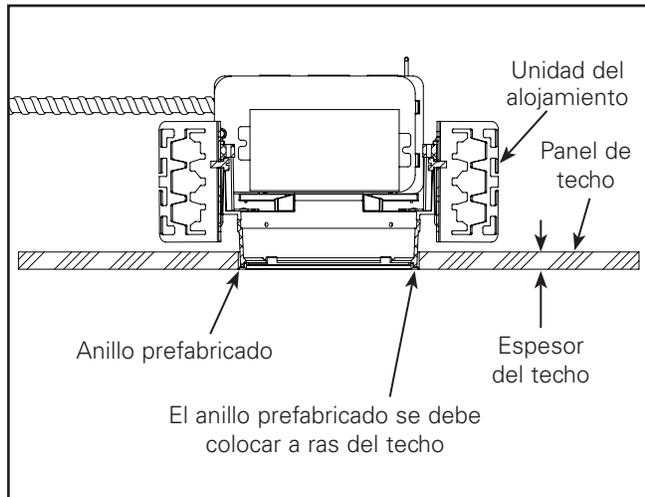

Figura 5
**\*IMPORTANTE:** Asegúrese de que el anillo prefabricado esté al ras del techo después de la instalación del alojamiento\*. Consulte la Figura 5 como referencia.